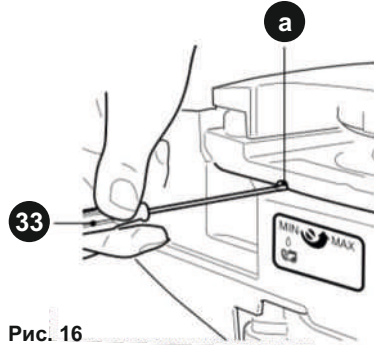

Рис. 16
8. Отрегулируйте поток масла цепи, используя отвертку (33), чтобы открутить или закрутить винт регулятора (Рис. 16, а) масленки, расположенной в нижней части устройства.